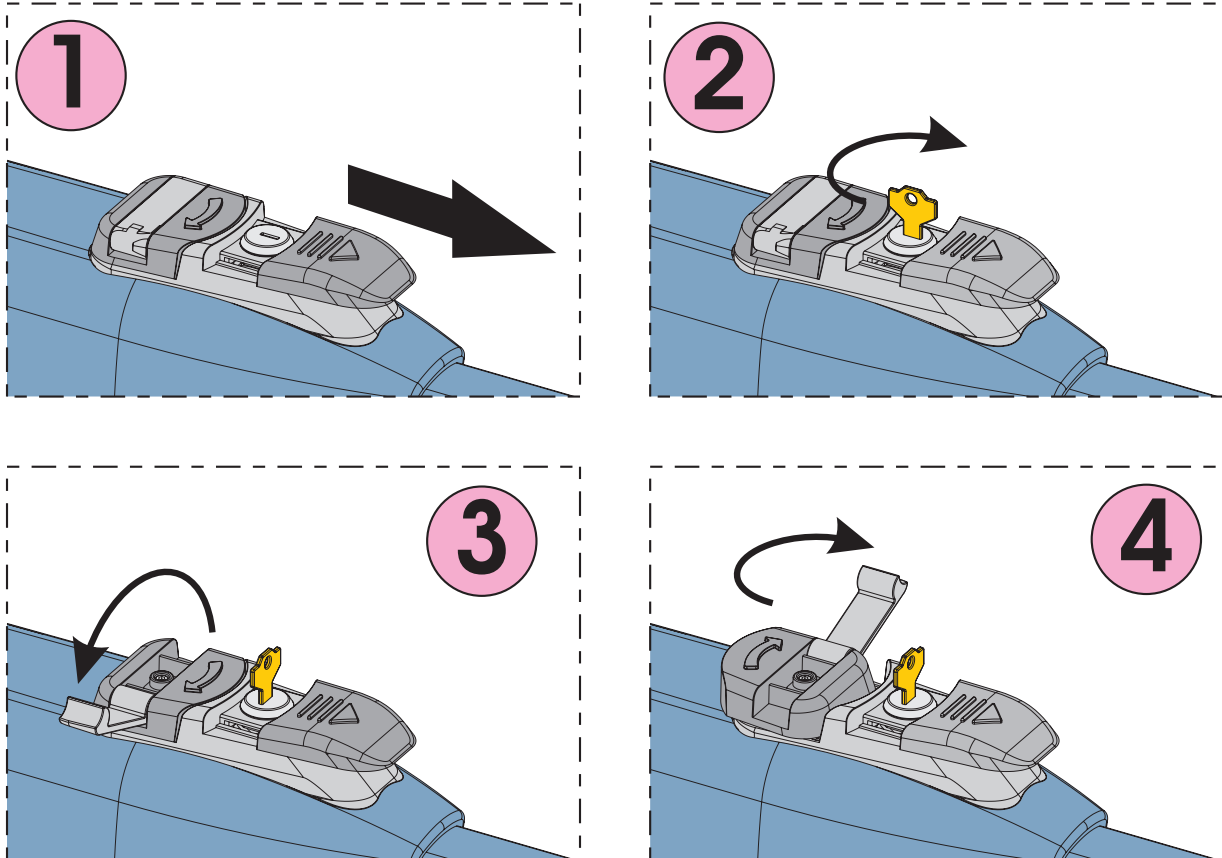

Abb. 27
- 2) Die Schutzhaube – Abb. 27/1 – gleiten lassen.
- 3) Den Schlüssel einstecken und um 90° drehen, Abb. 27/2.
- 4) Den Bedienhebel heben, Abb. 27/3
- 5) Zur Freigabe des Antriebs den Bedienhebel um 180° in Richtung des auf dem Freigabesystem angegebenen Pfeils drehen, Abb. 27/4.